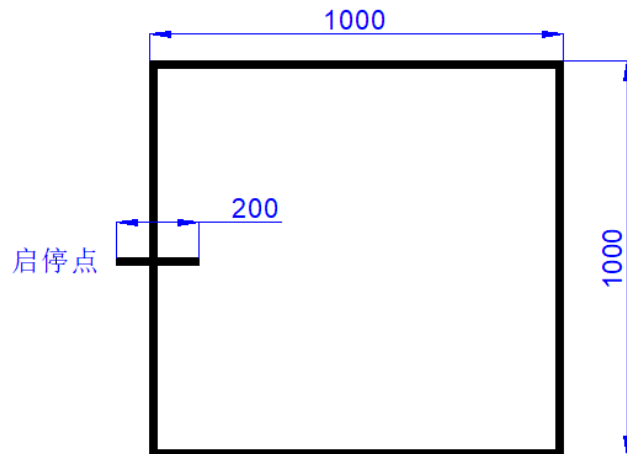

图 1 悬浮车测试赛道（单位：mm）
1、在图 1 所示测试赛道上，将气垫悬浮车放在指定启停点上，一键启动后，气垫悬浮车能在启停点缓慢升起，悬浮高度大于 2mm，悬停时间大于 2s。